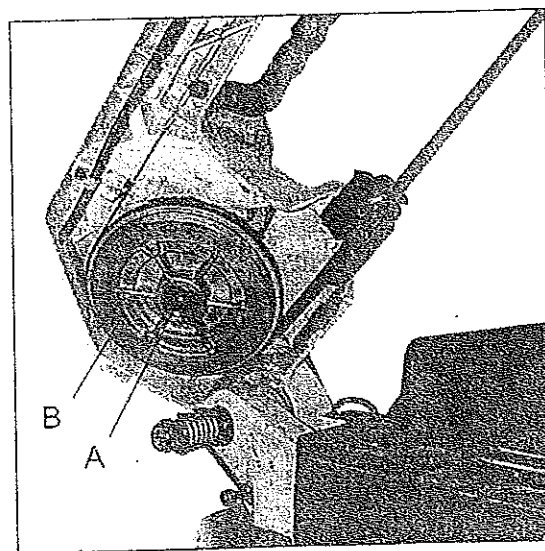

Fig. 6
1. Afloje el tornillo (A) en fig. 6 con una llave hexagonal de 8 mm.
2. Quite la rueda (B) y luego lubrique los engranajes con aceite contra altas temperaturas. Recoloque esta rueda con cuidado y ajuste el tornillo (A)